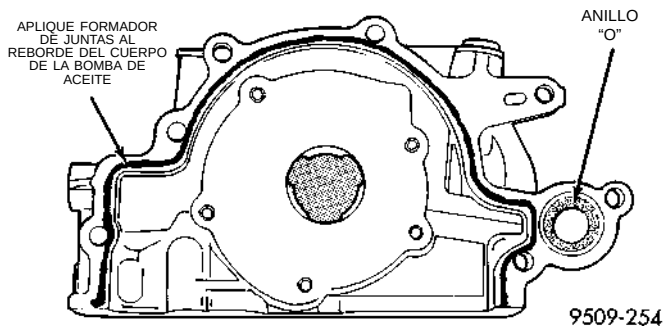

Fig. 75 Sellado de la bomba de aceite
- (1) Asegúrese de que todas las superficies estén limpias y no tengan aceite ni tierra.
- (2) Aplique formador de juntas Mopar en la bomba de aceite, tal como se muestra en la (Fig. 75). Instale